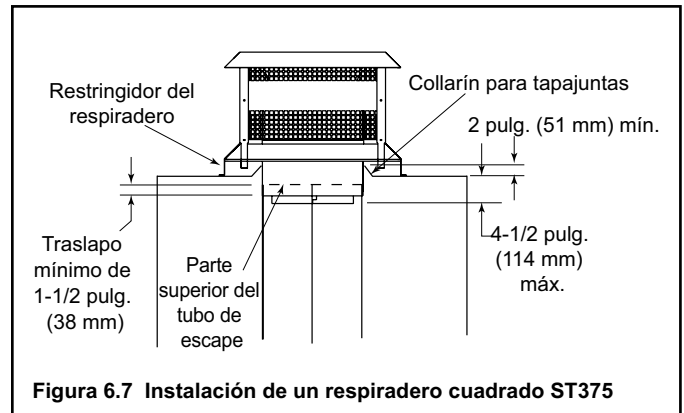

Figura 6.7 Instalación de un respiradero cuadrado ST375
- Para las instalaciones en las que se utiliza un respiradero telescópico cuadrado ST375, la última sección del cañón de la chimenea no debe superar las 4-1/2 pulg. (114 mm) por debajo del tapacañones. Vea la Figura 6.7.